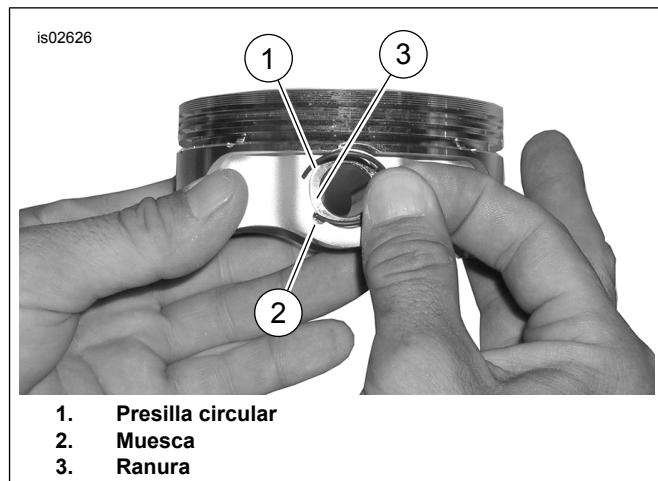

Figura 3. Presilla circular y pistón
1. Vea Figura 3 . Inserte el extremo abierto de la presilla circular (1) en la muesca (2) en la ranura (3) alrededor del saliente del pasador del pistón de modo que el espacio vacío esté derecho hacia arriba o derecho hacia abajo cuando se instale.